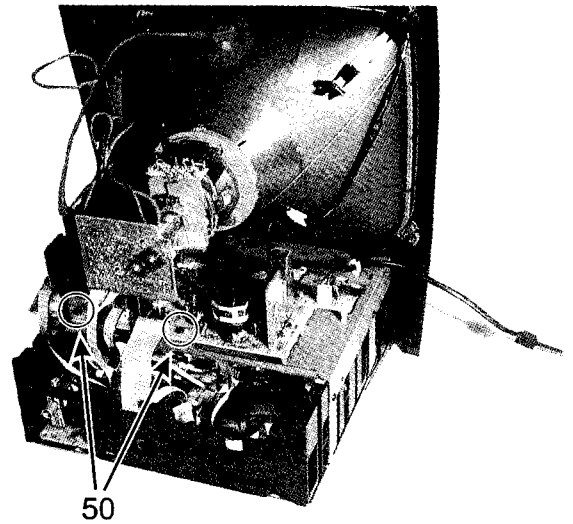

Abbildung 4-10
2. Die Großsignalplatine kann nach Lösen der beiden Schrauben 50 von der Abschirmung entfernt werden (siehe Abbildung 4-10)